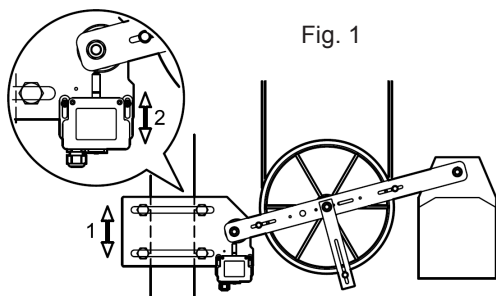

Fig. 1
- Sull'interruttore di sicurezza regolare la posizione di collegamento sulle asole in senso verticale (Fig. 1 e Fig. 2, Pos. 2).